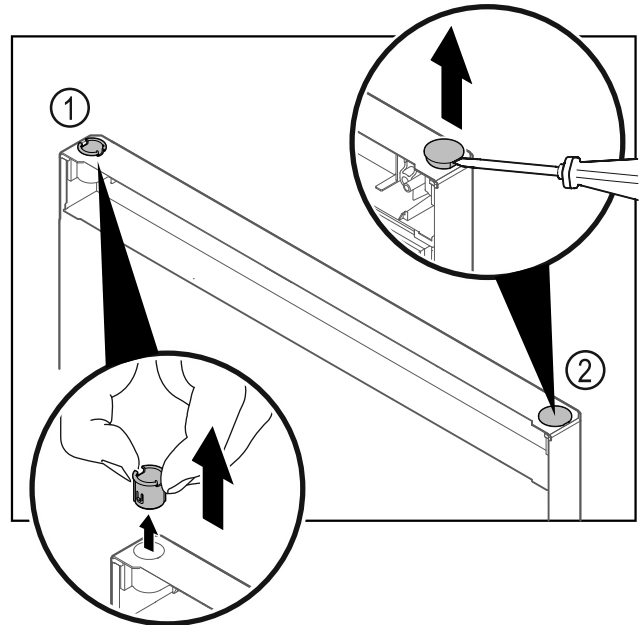

Fig. 21
- ▶ Pirštais ištraukite šarnyrinę įvorę Fig. 21 (1).
- ▶ Dengiamąjį kamštį Fig. 21 (2) atsargiai pakelkite išdrožiniu atsuktuvu ir jį ištraukite.